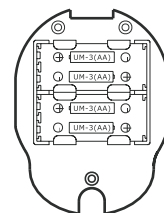

Рис. 14
4. Установите 4 батарейки типа AA 1,5В во внутреннем отсеке, соблюдая их полярность, которая указана символами (+) и (-) (см. рис. 14). Установка батареек с несоблюдением полярности может привести к возгоранию передатчика TVTXS!